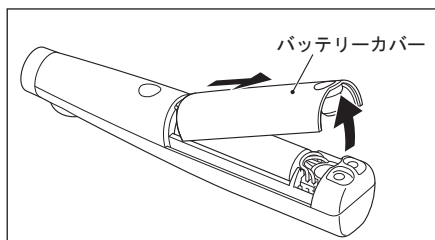

図 12
- 4) バッテリーカバーのねじ側を持ち上げ取り外します。(図 12)